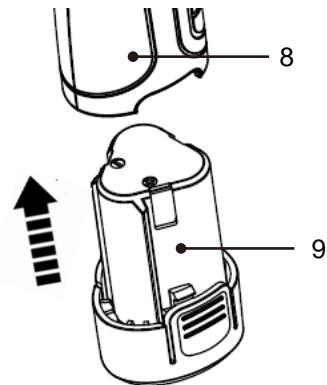

Fig. 5
- > Alinee el bloque de batería (9) con la parte inferior de la empuñadura (8) e deslícelo hasta que encaje en su posición. Asegúrese de que queda bien encajado (Fig. 5).